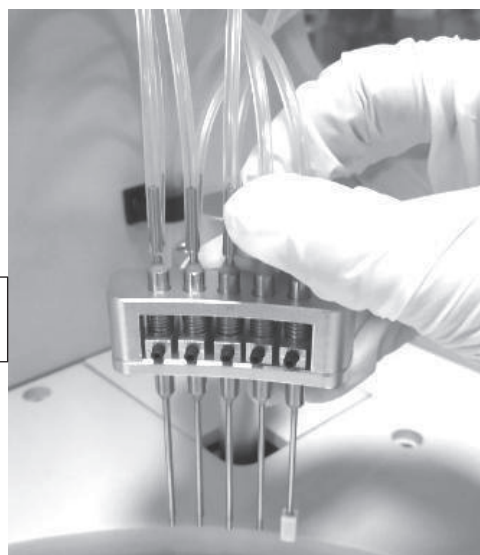

Figura 13-31 Remoção do conjunto da agulha de limpeza
2. Como mostrado na Figura 13-31, use uma mão para desaparafusar o parafuso de fixação da agulha de limpeza no sentido anti-horário e remova o conjunto da agulha de limpeza do braço de limpeza.